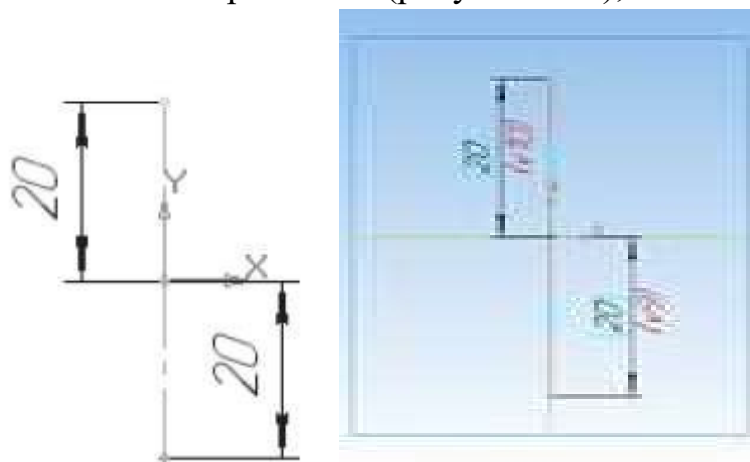

Рисунок 15.4 – Построение отрезков
5. Постройте вертикальный отрезок стилем **Осевая** из начала координат длиной 20 мм вверх и вниз (рисунок 15.4);